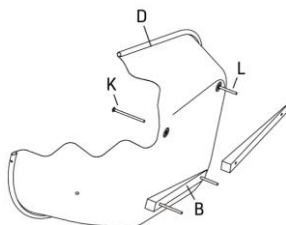
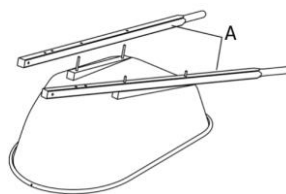

fig. 1
fig. 2
1. Poussez les boulons de 8 x 125 mm (K) et les boulons de 8 x 85 mm (L) dans l'agrafe de retenue et dans le montant (B) (fig. 1).
3. Retournez la cuve (D) à l'envers.
4. Positionnez les manches (A) sur les boulons et abaissez-les dans les montants (fig. 2).